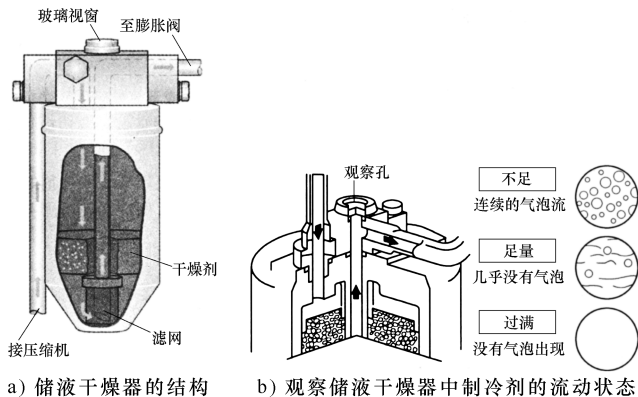

图 4-176 储液器
5) 部分储液干燥器上部出口端装有一个玻璃视窗, 用于观察制冷剂在工作时的流动状态, 由此可判断制冷剂是否合适, 如图 4-176 所示。